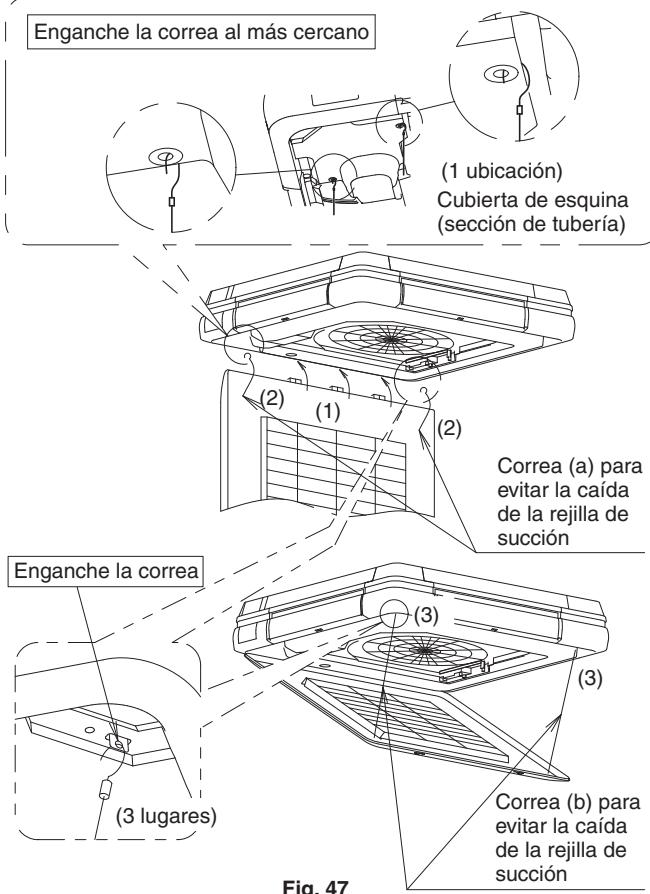

Fig. 47
- Tras instalar la rejilla de succión en el orden inverso al indicado en la cláusula “4. PREPARATIVOS PREVIOS A LA INSTALACIÓN - (3)” (Refiérase a la Fig. 47-(1)), enganche la correa (a) para evitar la caída de la rejilla de succión. (Refiérase a la Fig. 47-(2))
- Enganche la correa (b) para evitar la caída de la rejilla de succión. (Refiérase a la Fig. 47-(3))